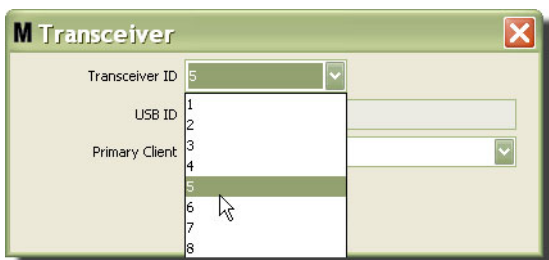

FIG. 64
4. Per modificare l'ID ricetrasmittitore, fare clic sulla freccia per visualizzare il menu a discesa. Dal menu a discesa selezionare un numero ID ricetrasmittitore (FIG. 64). Fare clic su OK per chiudere la schermata e salvare le modifiche.